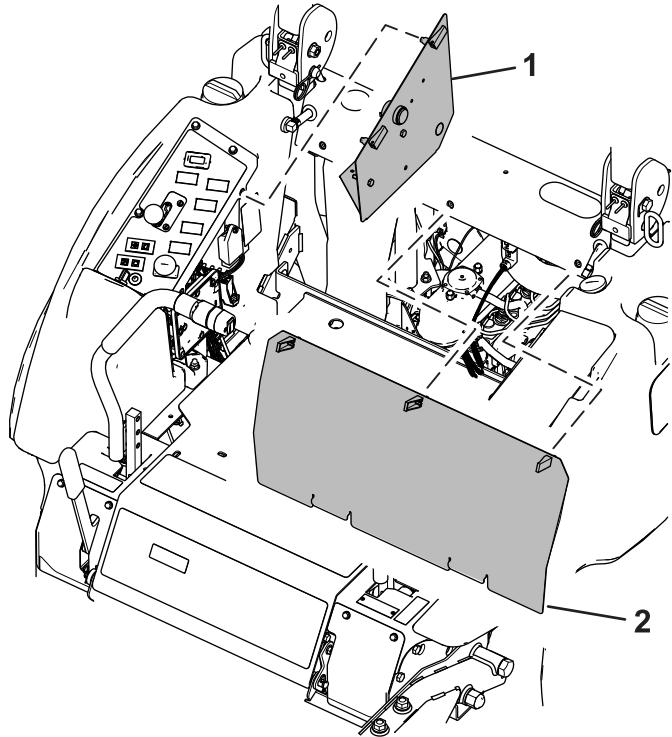

Figura 5
10. Retire el panel de acceso situado detrás del asiento y en el lateral de la consola (Figura 5).